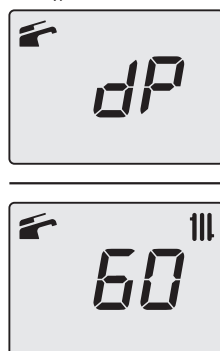

Figura 9.30
- Premendo ulteriormente il tasto 51 (Figura 9.24) è possibile variare nuovamente la potenza in modalità spazzacamino: con visualizzazione sul display LCD delle lettere **dP** che si alternano con il valore di temperatura dell'acqua di riscaldamento (es.**60**), siamo "funzione spazzacamino" alla potenza massima in sanitario" (Figura 9.30);